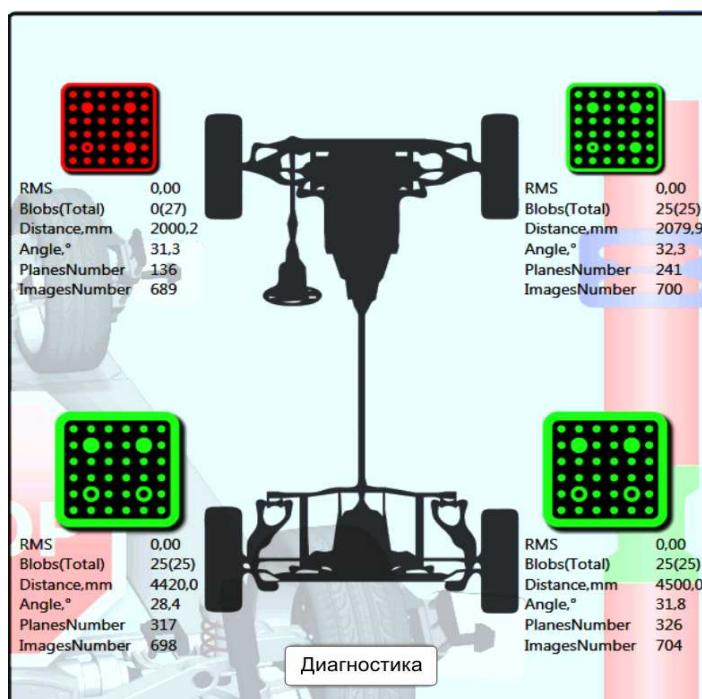

Рисунок 5.3 – Увеличенный индикатор распознавания мишеней
Если мишень не распознана, выполнение измерений останавливается, на экран выводится увеличенное окно индикации распознавания мишеней, рисунок 5.3, до восстановления распознавания мишеней (зависит от настроек, вкладка настроек «Интерфейс», п.6.4).
- зайти в окно «Настройка», выбрать закладку «Диагностика». В изображениях, полученных от камер, мишени должны располагаться в рамках, рисунок 5.3. По изображениям определить причину и устраниТЬ ее.